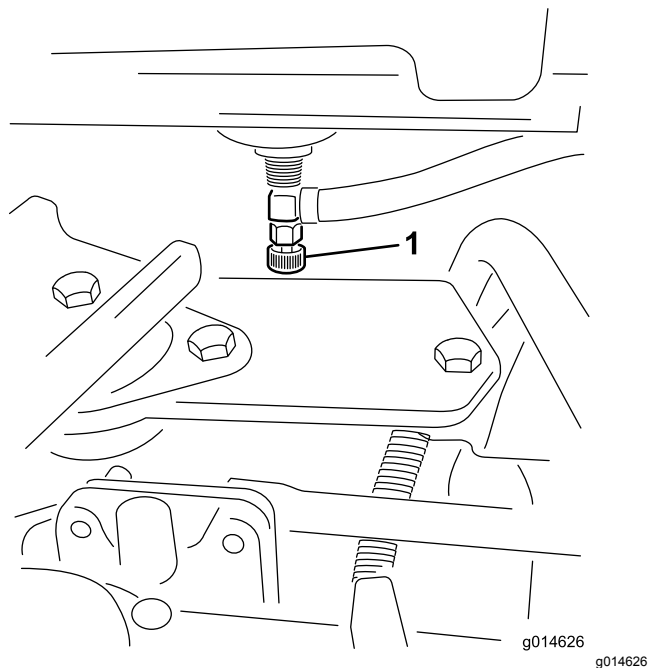

Figura 42
1. Chiudete la valvola di intercettazione del carburante (Figura 42) sotto il serbatoio del carburante.